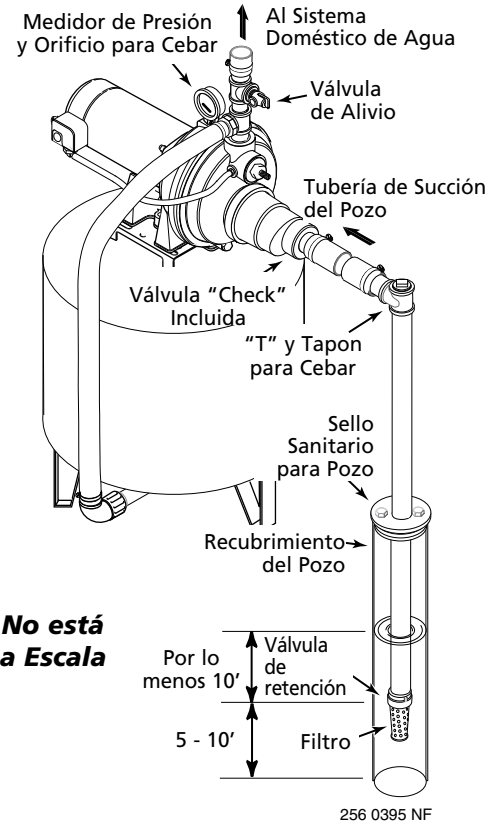

Figura 5 – Instalación de Pozo Recubierto
Instalacion de pozo recubierto con un recubrimiento de 2" o mas (Figura 5)
5. Instale una "T" para cebado y la tubería de succión a la bomba (Vea la Figura 5). Conecte la tubería del pozo al orificio de succión de la bomba; utilice el menor número de conexiones posible - especialmente codos - ya que las conexiones incrementan la fricción en la tubería. La tubería de succión debe ser por lo menos del mismo tamaño que el orificio de succión en la bomba. Utilizar cinta selladora de PTFE para roscas de tubería sobre las juntas roscadas de la tubería. Soporte la tubería para que no haya inclinaciones verticales o hundimientos en ella a fin de que no ejerza tensión sobre el cuerpo de la bomba y con el propósito de que no se incline ligeramente hacia arriba desde el pozo hacia la bomba (los puntos altos pueden ocasionar que se formen bolsas de aire que pueden bloquear la bomba). Sellar las juntas de la tubería de aspiración con cinta selladora de PTFE para roscas de tubería. Las juntas deben ser a prueba de agua y estar herméticamente cerradas. Si la tubería de succión pudiera succionar aire, la bomba no podrá sacar agua de pozo.